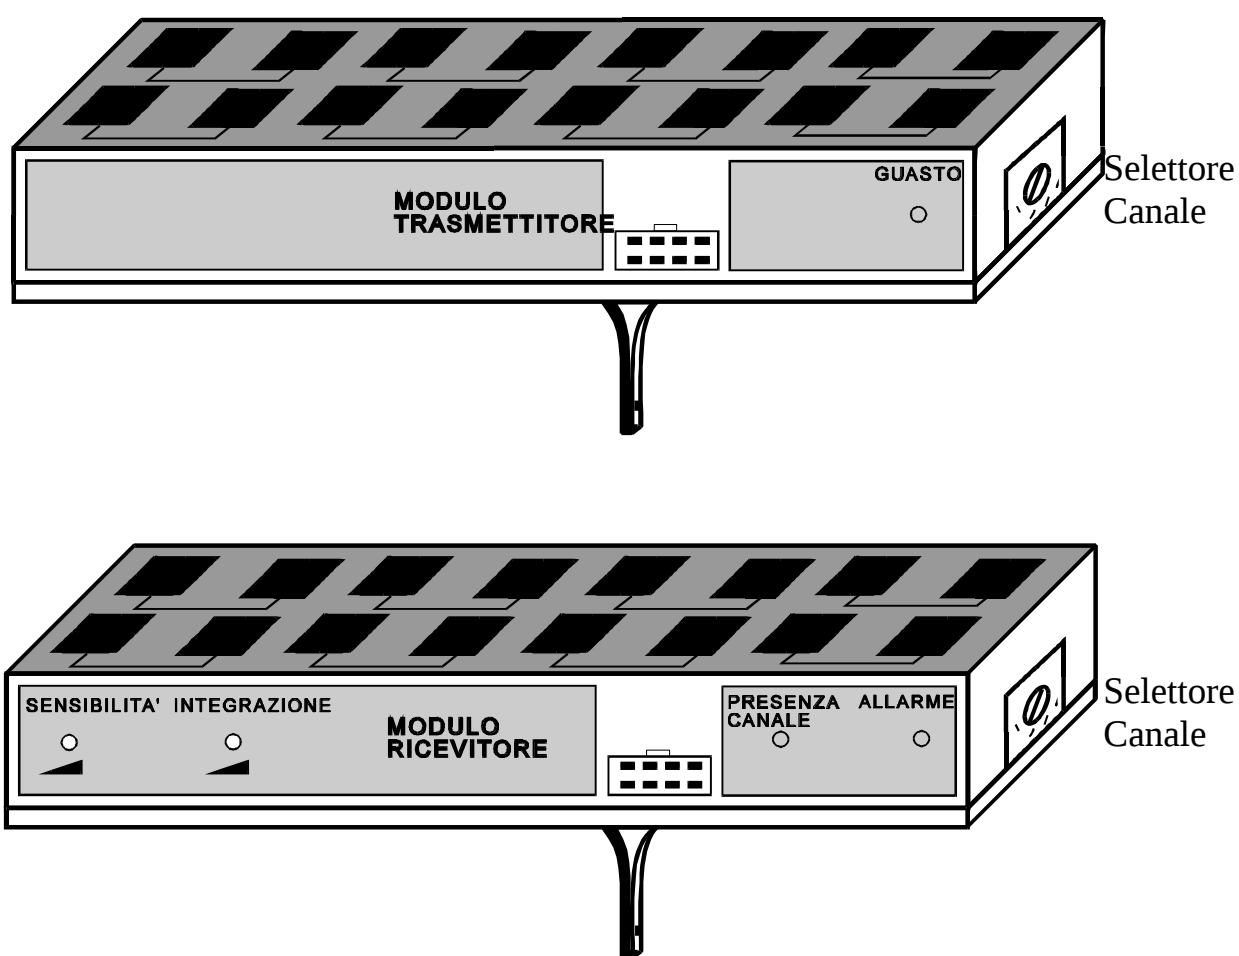

Fig. 37/38
- Sul modulo RF TX, l'unica indicazione luminosa è fornita dal led rosso, contraddistinto dalla scritta "GUASTO" (fig. 37/38). Il led si accende per mal funzionamento dell'oscillatore RF.